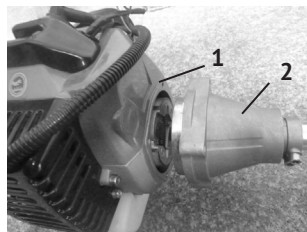

рис.2
- соединить корпус муфты сцепления (рис.2 поз.2) с закреплённой штангой и корпус двигателя (рис.2 поз.1). При этом шлицевая втулка соединяет выходной шпиндель двигателя с валом.